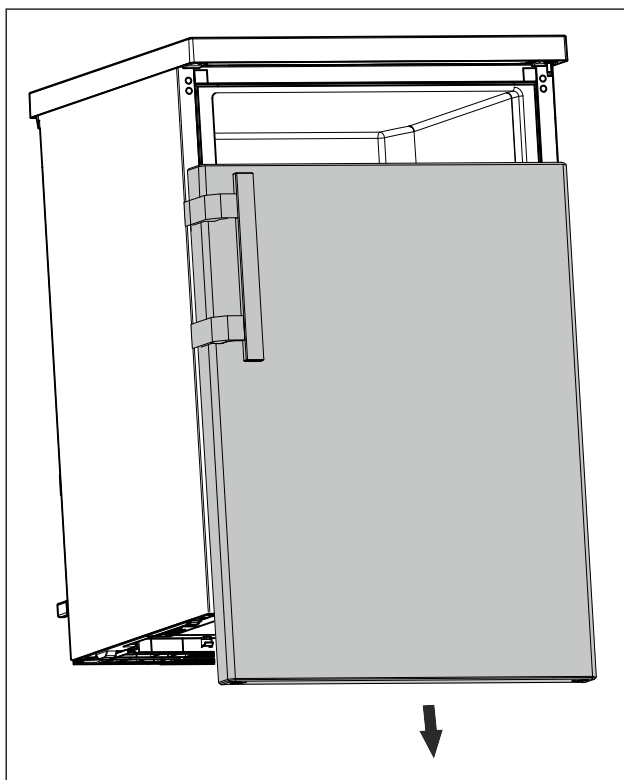

Fig. 8
- ▶ Fjern døren nedover. (se Fig. 8)